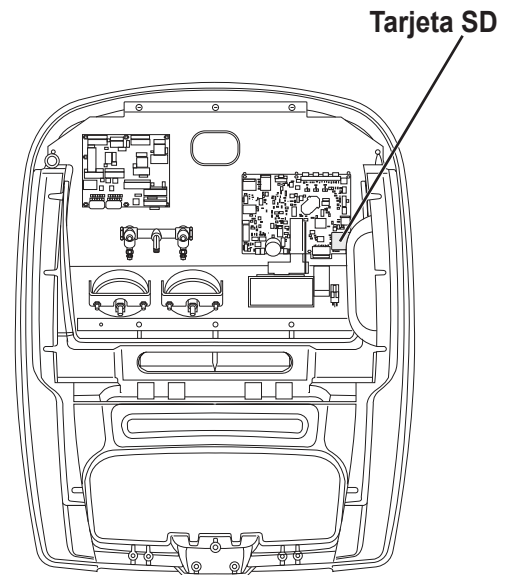

Figura 8
2. Retire los tornillos de retención del panel superior y rote el panel superior alrededor de su bisagra para acceder a la ranura de la tarjeta SD en el panel de control. Consulte la Figura 8.